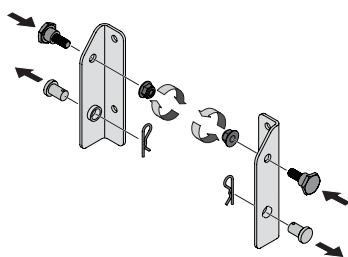

Figure 2
1. S'ils n'ont pas déjà été installés en usine, installez un boulon à épaulement sur chaque support et fixez-les avec les écrous autobloquants du kit de quincaillerie du support de montage LT-5 (689-00086A). Voir Figure 2.
2. Si elles sont déjà installées dans les supports, retirez les goupilles de chape et les clips, conservez-les pour instructions ultérieures. Voir Figure 2.
2. Remplacer les goupilles de chape et les goupilles fendues retirées dans la section Montage de l'assemblage du support LT-5. Voir la Figure 2.